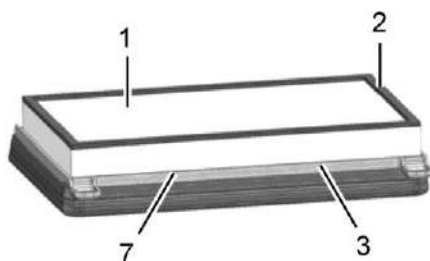

Fig. 13
Si la machine est principalement utilisée sur de la moquette, vous devez installer le filtre à charpie (Fig. 13/7).
2. Dévissez les boulons à oreilles (Fig. 12/5). Faites pivoter le cadre support du filtre (Fig. 13/3) vers le bas et retirez-le.
3. Montez le filtre à charpie (Fig.13/7) entre le filtre et le cadre support du filtre.